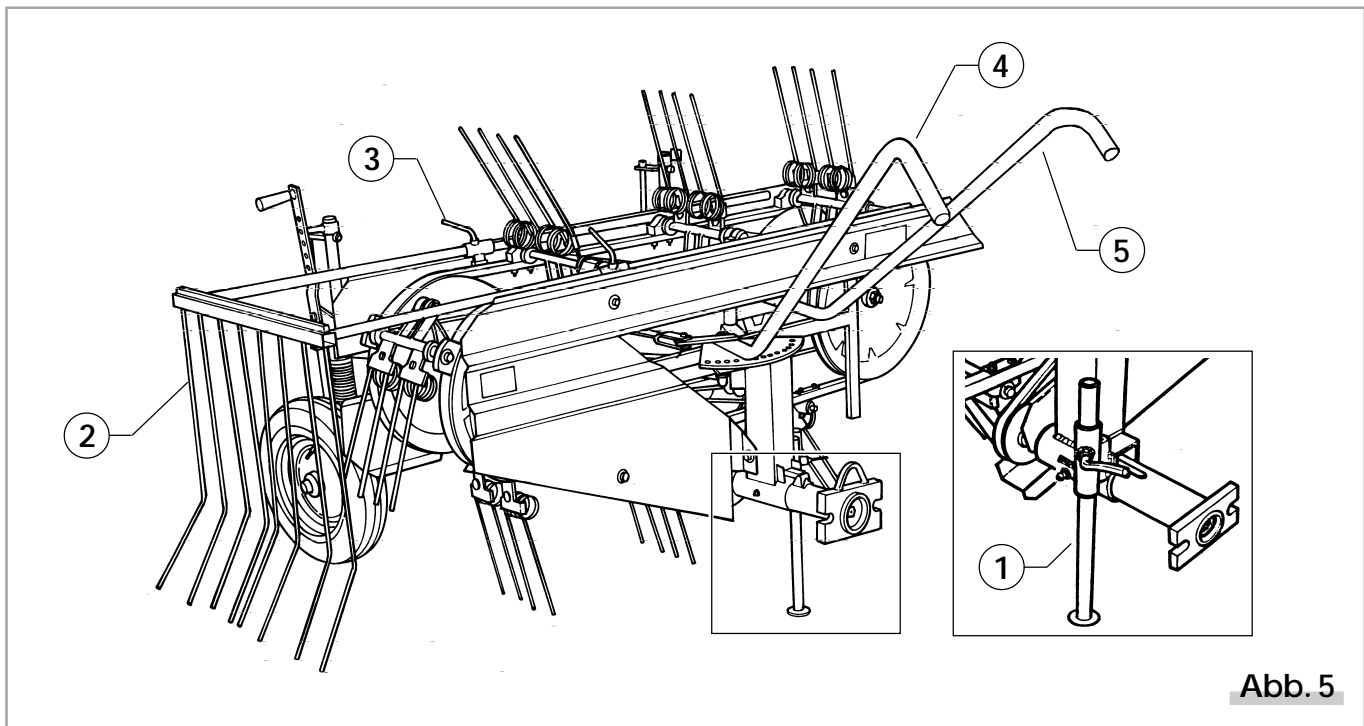

Abb. 5
- # den Auflagefuß anheben (Abb. 5, Detail 1);
- # den seitlichen Fangrechen (Abb. 5, Detail 2) einfahren und ihn mit den eigens hierfür vorgesehenen Gewindestiften (Abb. 5, Detail 3) befestigen;
- # mit Hilfe des stirnseitigen Hebels das Band vom Boden anheben (Abb. 5, Detail 4);
- # um die Heuharkmaschine in die gewünschte Richtung zu führen, den Richtungshebel (Abb. 5, Detail 5) verwenden.
Das Band arbeitet horizontal und muss mit Hilfe des Hebels (Abb. 5, Detail 4) ca. 1, 2 cm vom Boden angehoben werden, damit das Einsammeln des Heufutters ohne übermäßige Beanspruchung der Maschinenorgane stattfindet.
Der seitliche Heurechen (Abb. 5, Detail 2) muss breiter gestellt und in einer Position befestigt werden, die der einzusammelnden Heumenge entspricht.
In diesem Fall wird der seitliche Fangrechen (Abb. 5, Detail 2) von der Maschine entfernt.